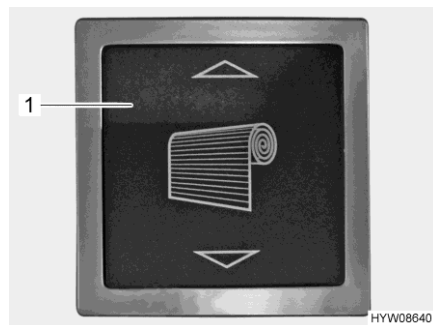
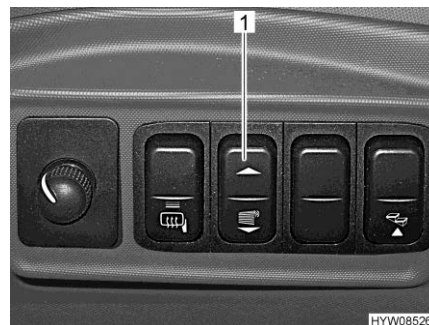
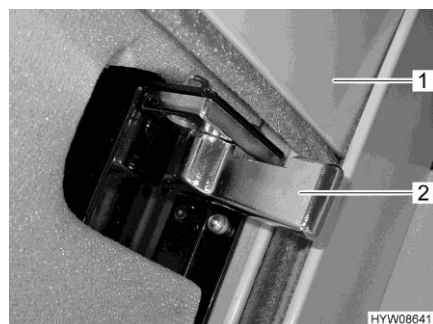

Fig. 26 Pulsante basculante per oscurante a rullo (vano abitabile)
Fig. 27 Pulsante basculante per oscurante a rullo (cruscotto)
Fig. 28 Chiusura di sicurezza (oscurante a rullo)
- Premere e tenere premuto il pulsante basculante (Fig. 26,1 o Fig. 27,1) finché l'oscurante a rullo (Fig. 28,1) ha raggiunto la posizione più alta.
- Sui entrambi i lati, ruotare spingendo indietro (Fig. 28) la chiusura di sicurezza (Fig. 28,2).